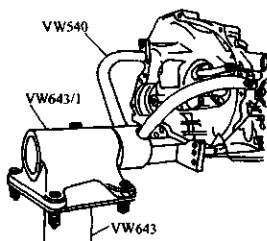

图 3-35 将变速器总成
- 1) 拆卸变速器总成，将其固定在支架上，如图 3-35 所示。
1) 卸下变速器, 并将其固定在支架上, 见图 3-35 所示。